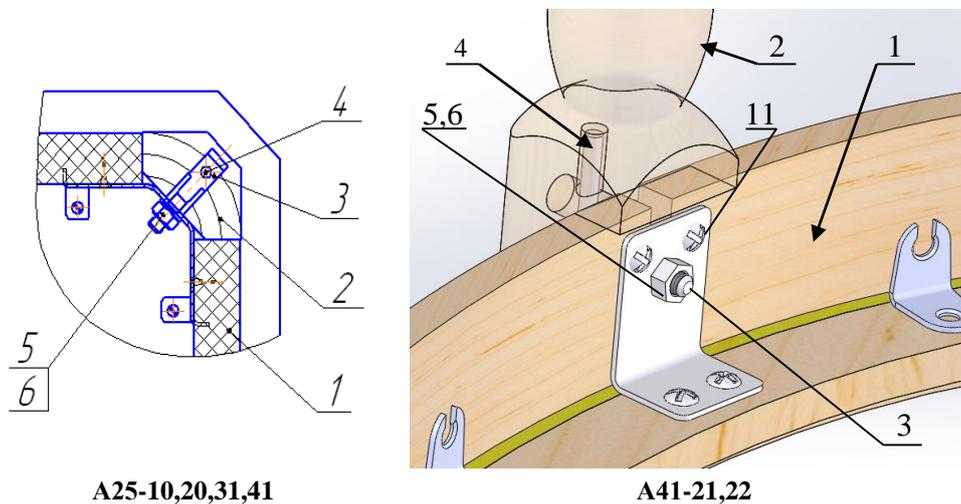

Рис.3
4. Установить ногу (2), вставив шпильку (3) в отверстие уголка подстоля (1) – рис. 3.